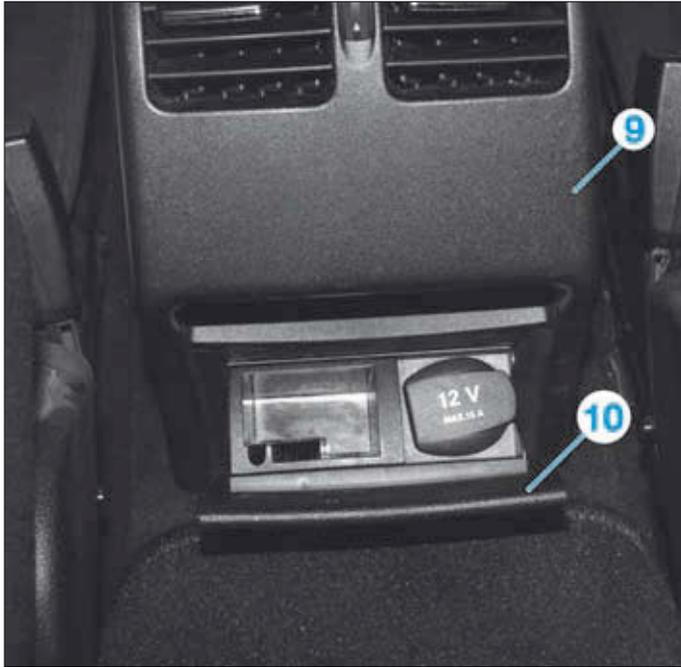

FIG. 5
- déposer la buse d'aération (9) en la tirant verticalement (Fig.5),
- en fonction de l'équipement, déposer le couvercle du rangement ou le cendrier (10) puis son support,